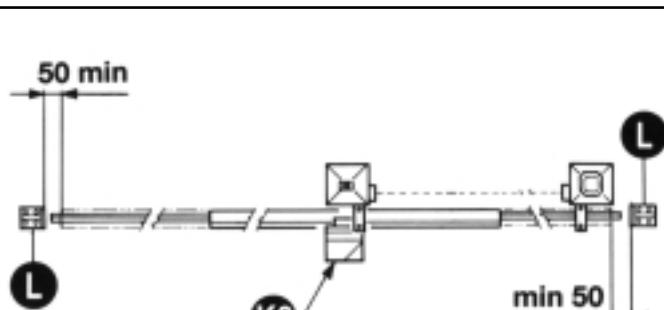
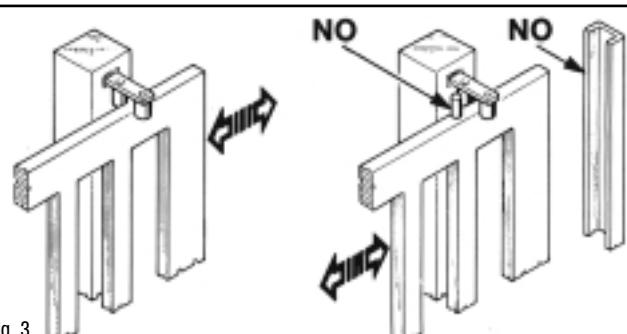

Fig. 2
Fig. 3
È necessario che la guida abbia alle sue estremità due fermi meccanici (L) (Fig. 2). Inoltre, le colonne devono avere superiormente delle guide antideragliamento (Fig. 3).
Il est nécessaire que le guidage ait à ses extrémités deux arrêts mécaniques (L) du type indiqué (Fig. 2). En plus, les colonnes doivent avoir dans la partie supérieure des guidages antidéraillement.
Eliminer les arrêts mécaniques du type décrit (Fig. 3).
The guide needs to have two mechanical stops (L) of the type indicated at its ends (Fig. 2).
In addition, the columns must have anti-derailment guides at the top (Fig. 3).
N.B. Eliminate the mechanical stops of the type indicated in Fig. 3.
Die Führungsschiene muß an beiden Enden mechanische Sperrungen (L) haben, wie in der Abbildung dargestellt ist (Fig. 2). Darüber hinaus müssen die Säulen über Entgleisungsschutzvorrichtungen verfügen (Fig. 3).